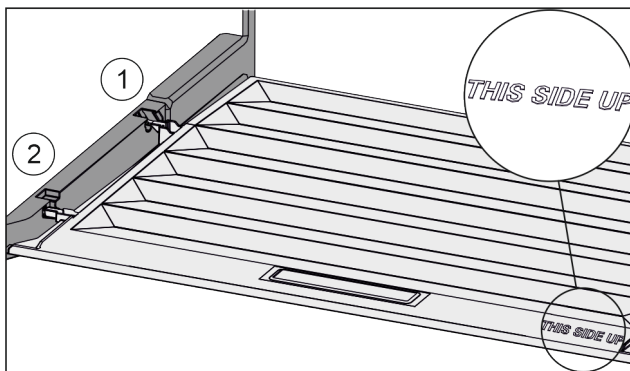

Fig. 51
- ▶ Deckelstege über Öffnung der hinteren Halterung Fig. 51 (1) einführen und vorne in Halterung Fig. 51 (2) einrasten.